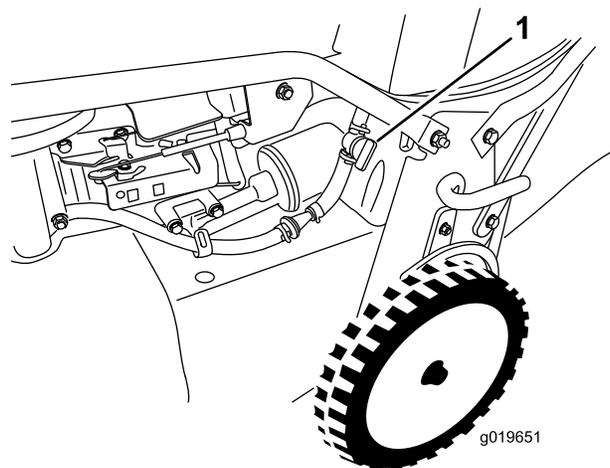

Figure 15
2. Ouvrez le robinet d'arrivée de carburant (Figure 15).